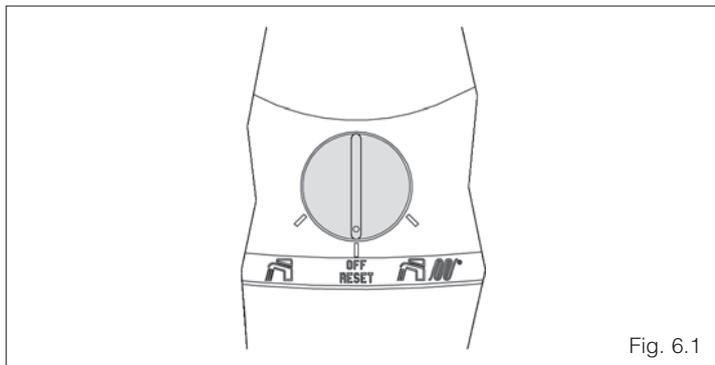

Fig. 6.1
- posizionare il selettore di funzione su OFF/RESET (fig. 6.1).
- posizionare il selettore di funzione su OFF/RESET (fig. 6.1)